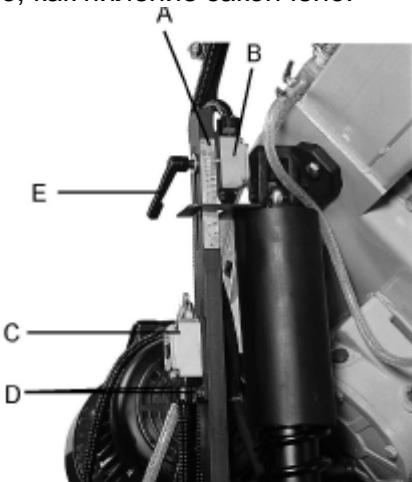

Рис.7
2. Разблокируйте концевой выключатель (B, Рис. 7), ослабив рукоятку (E, Рис. 7).
3. В соответствии со шкалой (A, Рис. 7) установите необходимую высоту подъёма.
4. Затяните рукоятку (E, Рис. 7).
5. Если пила автоматически не отключается после завершения распила, значит нужно отрегулировать концевой выключатель (C, Рис. 7). Обратитесь к разделу «Автоматическое отключение» путём ослабления двух винтов (D, Рис.7).
чение» путём ослабления двух винтов (D, Рис.7).